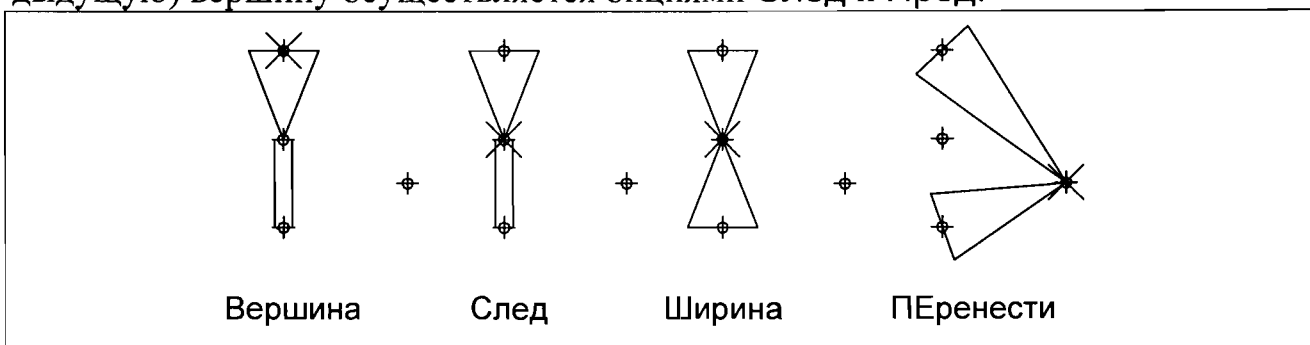

Рис.13
5. Командой ПОЛПРЕД отредактировать заданную двухсегментную полилинию (рис.13), для чего, выбрав опцию **Вершина** главного меню команды, перейти в подменю редактирования вершин и выполнить последовательность опций: **След**, **Ширина**, **ПЕренести**. Для возврата из подменю редактирования вершин в главное меню команды служит опция **ВЫХОД**.